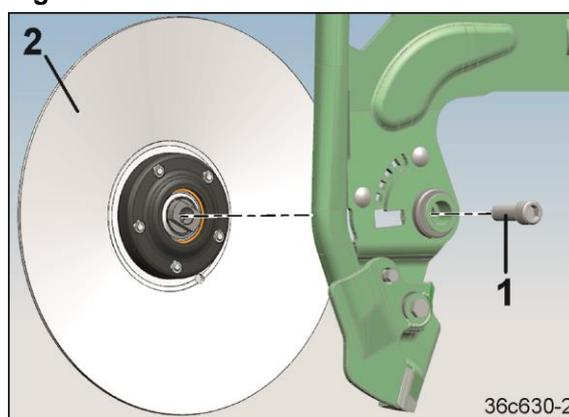

Fig. 485
2. Zylinderschraube 16 x 45 (Fig. 485/1) lösen
3. Kolterscheibe (Fig. 485/2) entfernen.